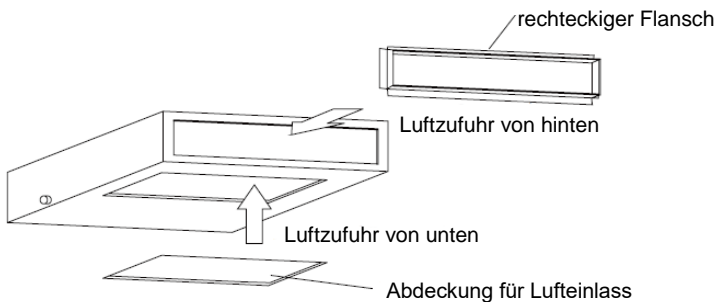

Abb. 11
- a. Der rechteckige Flansch am Lufteinlass wird standardmäßig an der Rückseite des Gerätes installiert, der untere Lufteinlass ist abgedeckt (siehe Abb. 11).